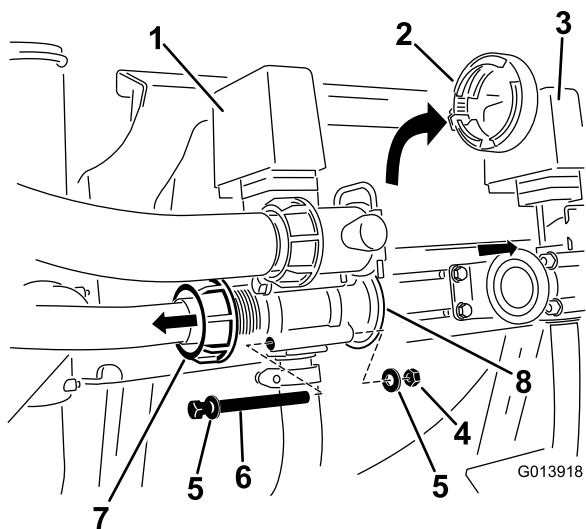

Рисунок 4
4. Найдите барашковую гайку крепления шланга перемешивания к корпусу клапана перемешивания. Ослабьте барашковую гайку, чтобы освободить пространство для снятия крепежных деталей корпуса клапана (Рисунок 4).
6. Снимите переходник с корпуса клапана (Рисунок 4).